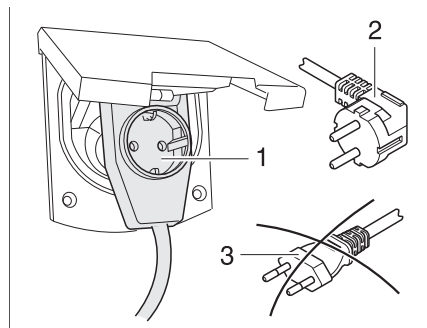

Fig. 288 Raccordement à un adaptateur coudé avec prise de courant
► En cas d'utilisation d'une prise CEE 17 coudée avec prise de courant en face arrière (Fig. 288,1), utiliser uniquement une fiche caoutchoutée et scellée IP 44 avec contact de mise à la terre (Fig. 288,2). Ne pas utiliser de fiche sans contact de mise à la terre (Fig. 288,3). Danger d'électrocution !